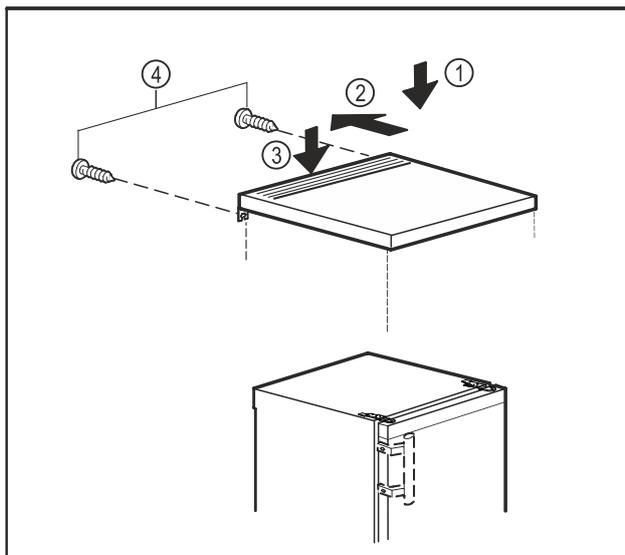

Fig. 10
- Tischplatte auf das Gerät legen. Fig. 10 (1)
- Tischplatte nach hinten schieben. Fig. 10 (2)
- Tischplatte hinten nach unten drücken. Fig. 10 (3)
- Schrauben an der Rückseite festschrauben. Fig. 10 (4)